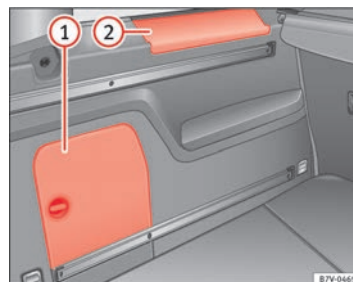

Fig. 114 En el maletero: compartimento portaobjetos lateral.
En el lateral del maletero se encuentran otros compartimentos ⇒ fig. 114 ① y ②. Para abrir el compartimento ①, gire el cierre en el sentido de las agujas del reloj. Para abrir el compartimento ②, levante la